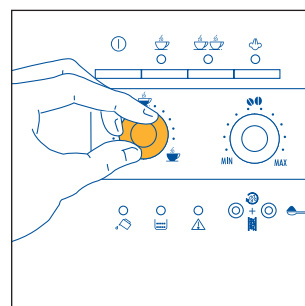

Fig.8
- 3) Reguler bryteren til venstre (fig. 8) for å stille inn ønsket mengde kaffe. Jo mer du vrir med urviserne, desto mer kaffe får du. Ved første gangs bruk må du prøve deg fram ved å lage flere kopper kaffe for å finne ut riktig innstilling av bryteren.